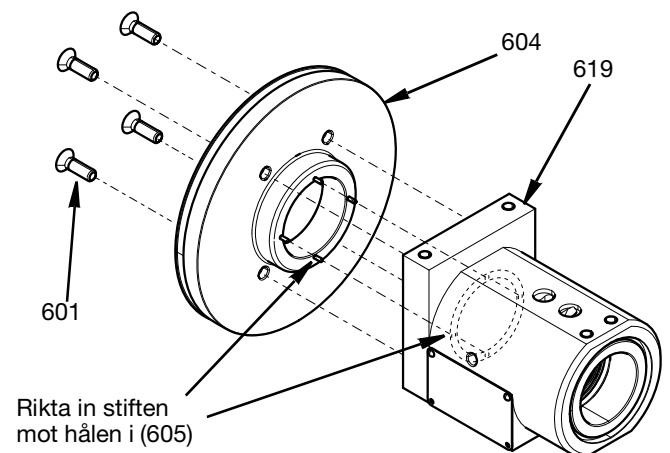

FIG. 23
3. Skruva fast lagerhuset (604) på det ledade huset (619) med fyra M5-skruvar (601). Dra åt till 3,3 N•m (29,2 in-lbs). Notera hur de fyra stiften i lagerhusets sitter och lås dem i de fyra hålen i luftfördelaradaptern (605). Se FIG. 23.